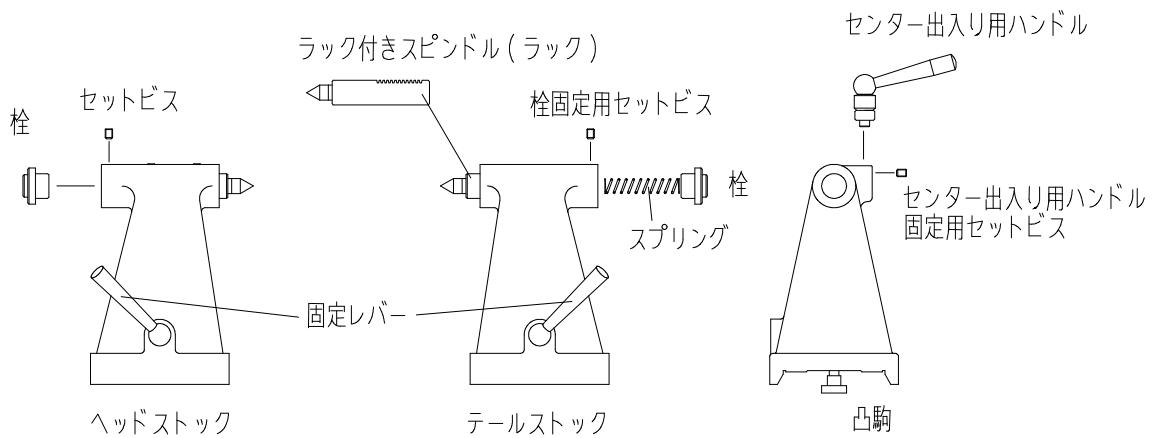

図3、凸駒・センター出入り用ハンドルの調整
- ① 図3のように栓固定用セットビスを緩めて栓を取り外してください。